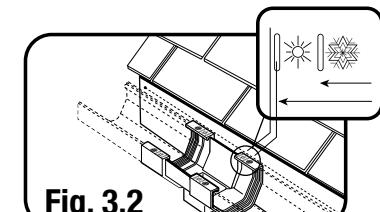

Fig. 3.2
- Coloque el colector de bajada en el lugar deseado, cortar la canaleta guiándose con las marcas para expansión térmica (Fig. 3.2)